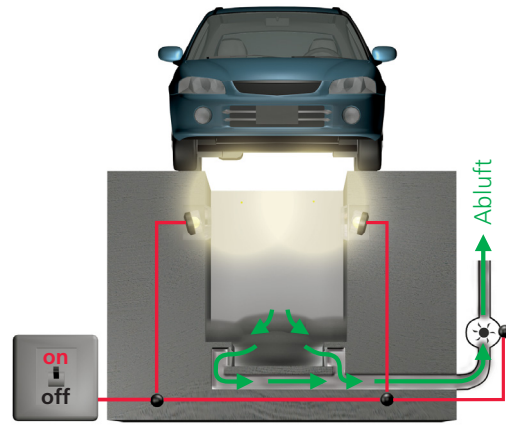

Bild 7
- leichtbrennbare Flüssigkeiten freigesetzt werden können (z. B. bei Arbeiten an Benzinmotorfahrzeugen)? (Bild 7)